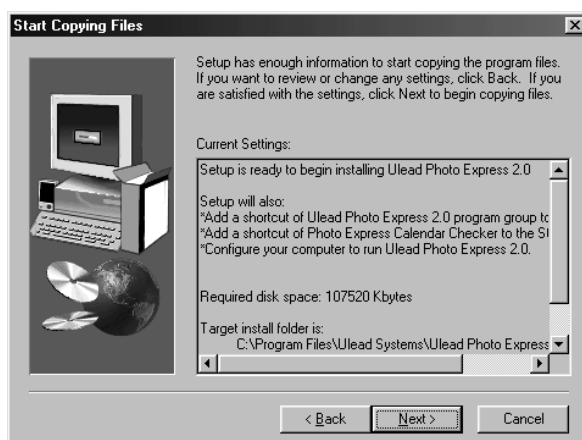
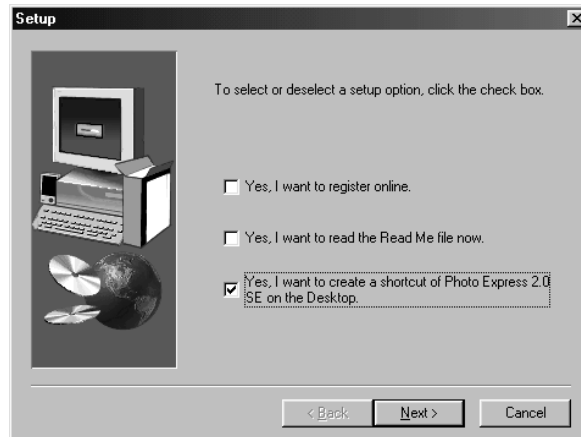

Figure 37 : installation de PhotoExpress 2.0
Figure 38 : installation de PhotoExpress 2.0
11. Cliquez sur 'Next' (Figure 37). PhotoExpress est maintenant installé. La Figure 38 est affichée après l'installation.
12. Sélectionnez uniquement l'optionne 'Yes, I want... ...on the Desktop' (Figure 38).
13. Cliquez sur 'Next' pour continuer l'installation. (Figure 38)